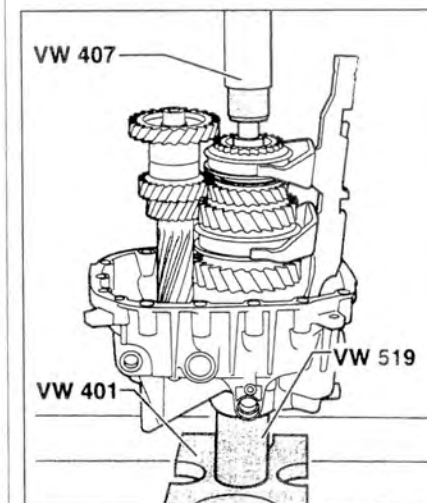

Рис. 5.38. Установите промежуточный вал, вторичный вал и вилки 1 вместе с направляющей втулкой в корпус коробки передач и запрессуйте съемником VW 407.
18. Установите промежуточный вал, вторичный вал и вилки 1 вместе с направляющей втулкой в корпус коробки передач и запрессуйте съемником VW 407 (рис. 5.38).